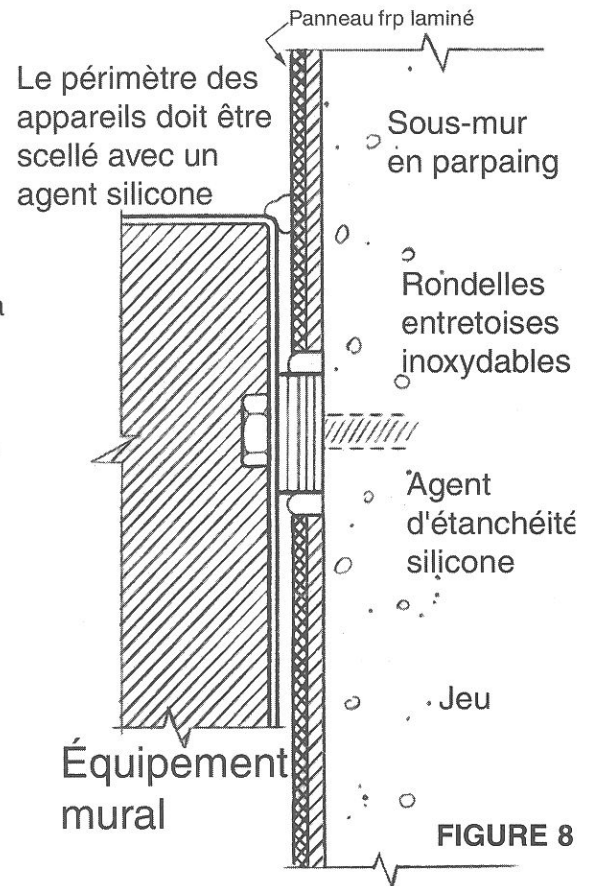

FIGURE 8
6. Installez les appareils muraux et les signalisations avec des entretoises (rondelles) entre le mur substrat et les appareils, en vous assurant que les entretoises sont assez épaisses pour permettre dilatation et contraction. Percez les panneaux à un diamètre 6.4mm (1/4") plus grand que les entretoises (fig. 8).